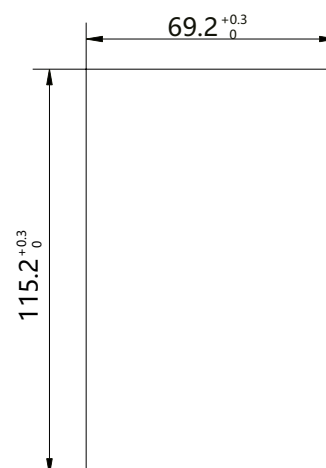

Рисунок 6.1b). Чертеж установки панели управления (вырез в двери шкафа)
- ▶ Рисунок 6.1b): габаритный чертеж установки панели управления (вырез в двери шкафа). Панель управления может быть установлена непосредственно на двери шкафа.